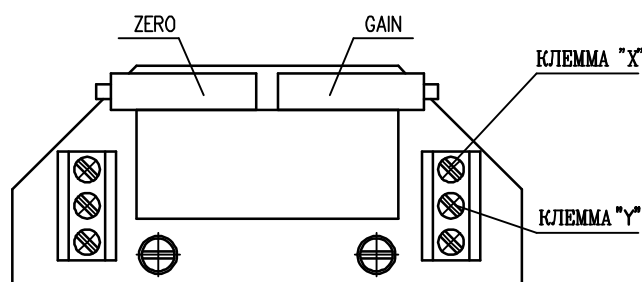

Рис.8
4.4.2 EPV - 3-проводниковое включение (рис.8)
- Установите датчик сопротивления на основании инструкций в предыдущей главе так, что величину сопротивления измеряйте на клеммах X-Y (рис.8). *(употреблен датчик с сопротивлением 2000Ω или 100Ω)*
- Поворачиванием устанавливающего триммера ZERO (рис.8) установите величину выходного сигнала тока, измеряемого на клеммах 81-82, на величину 0 мА или 4 мА.
- Поворачиванием устанавливающего триммера GAIN (рис.8) установите величину выходного сигнала тока, измеряемого на клеммах 81-82, на величину 20 мА или 5 мА.